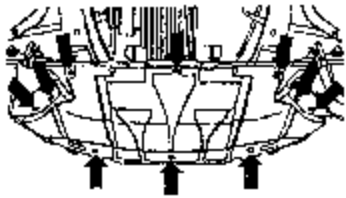

图 4-2 拆下隔音罩
- (1) 查取车载收音机代码，关闭点火开关，断开蓄电池接地线，拆下发动机舱盖。
- (2) 拆下隔音罩，如图 4-2 箭头所示。拆下前保险。